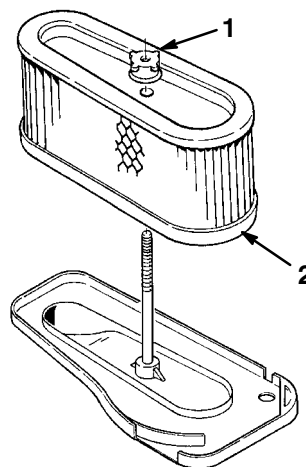

Bild 25
5. Schrauben Sie die Gummimutter los und entfernen den Papiereinsatz (Bild 25).
- Schieben Sie den Luftfilter auf die lange Stange. Drehen Sie die Gummimutter jetzt mit der Hand gegen den Luftfilter (Bild 25).